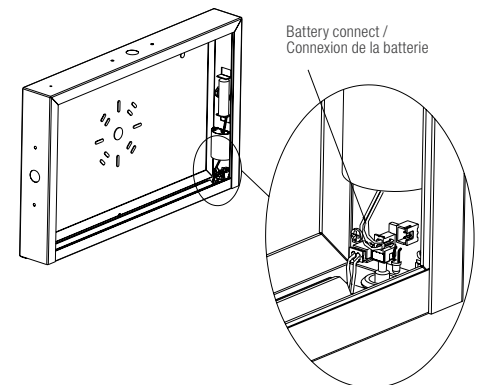

Figure 5
2. Plug the battery into the circuit board (Fig. 5).
2. Branchez la batterie sur le circuit imprimé (Fig. 5).